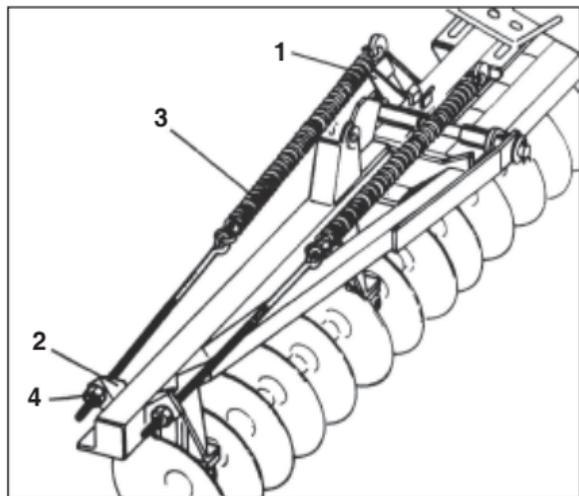

FIGURA 10
MONTAGEM DAS MOLAS DE ARTICULAÇÃO (FIGURA 10)
19 - Colocar a mola item 3, **FIGURA 10**, no suporte da armação central item 1, colocar o tirante de regulação item 4 na outra extremidade da mola e introduzi-lo no suporte da armação lateral item 2.